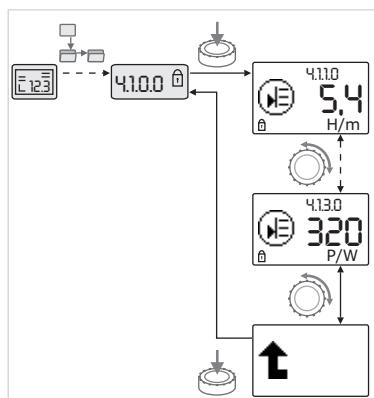

Fig. 40: Informatie oproepen
- De menu-elementen van het type "Informatie" van het actuele submenu aansturen door de bedieningsknop te draaien (zie Fig. 40). Voor toelichting bij de symbolen van de instellingen zie tabel in hoofdstuk 8.7 "Referentie menu-elementen" op pagina 230.